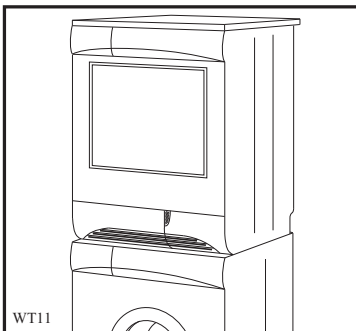

Fig 7
- modelos con tapa en el zócalo (fig. 7 y 8).